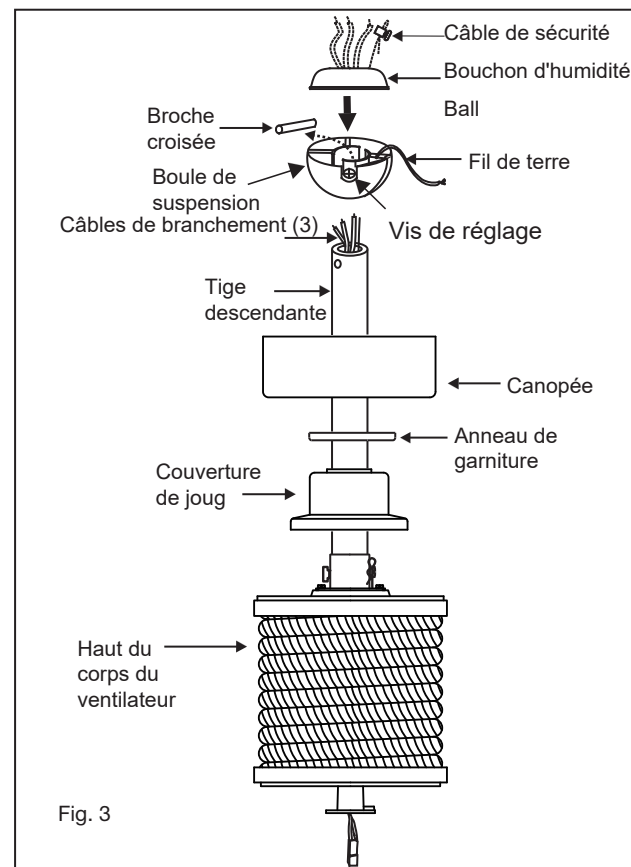

Fig. 3
- 6 Deslice la cubierta del yugo, el anillo de ajuste y la capota sobre la varilla. (Fig. 3)
- 7 Deslice la bola de suspensión en la varilla, inserte el pasador transversal a través de la varilla y apriete. Apriete el tornillo de fijación. Pase los cables a través de los orificios de la tapa de goma de la bola de goma y deslícelos hacia abajo sobre la parte superior de la bola. (Fig. 3)
- 1 Retirez la plaque murale existante et l'ancien interrupteur de la boîte de prise murale. (Fig. 3)